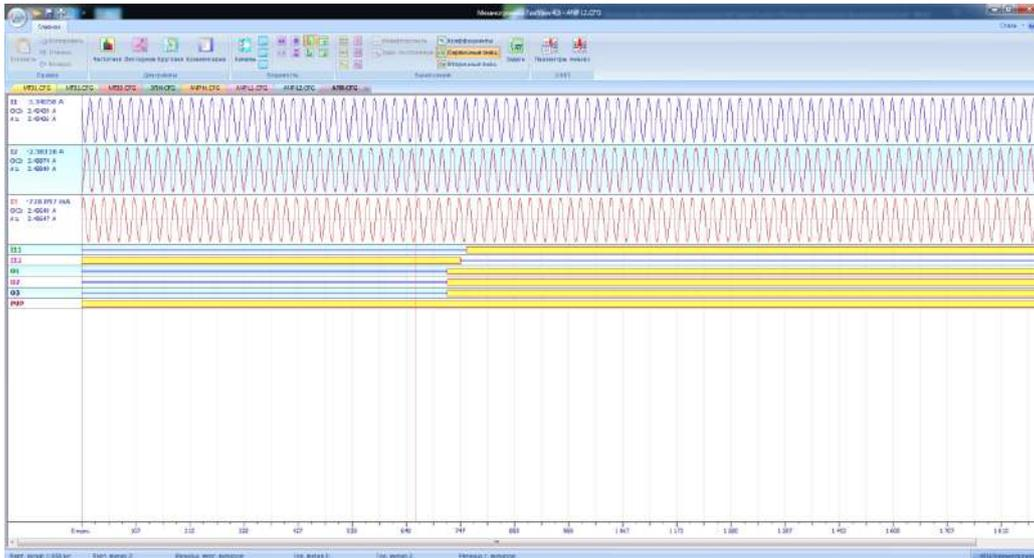

Рисунок 7.9 – Осциллограмма срабатывания устройства автоматического повторного включения
16. Открыть приложение FastView.exe, в меню программы выбрать пункт «Открыть» и выбрать сохраненные осциллограммы, результаты должны быть подобны приложенным изображениям (рис. 7.9). Данные осциллограммы проанализировать и приложить к отчету по лабораторной работе.